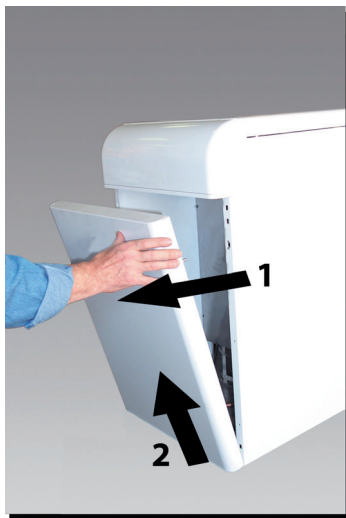

fig. 7 - Apertura del panel anterior
Para abrir el panel anterior de la caldera, véase la secuencia indicada en fig. 7.
- Quitar el panel frontal de la caldera (fig. 7).